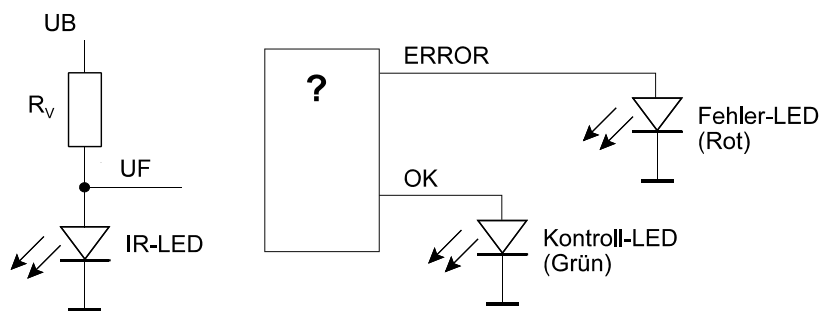

Abb. 2
4. Ob eine Infrarot-LED Strahlung emittiert oder nicht, kann man nicht sehen. Deshalb soll die Flußspannung U_F überwacht werden (Abb. 2).